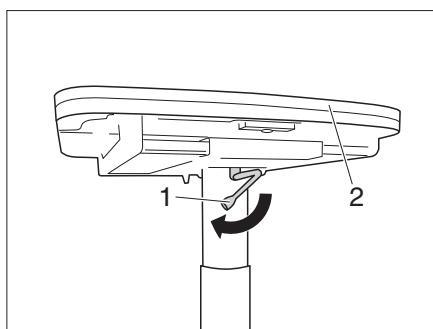

Fig. 102 Abbassamento del tavolo
- Ruotare la leva di serraggio (Fig. 102,1) in senso antiorario. Il bloccaggio è aperto.
- Premere al centro il piano del tavolo (Fig. 102,2) verso il basso e mantenerlo premuto.
- Ruotare la leva di serraggio (Fig. 102,2) in senso orario. Il tavolo di sollevamento è bloccato.